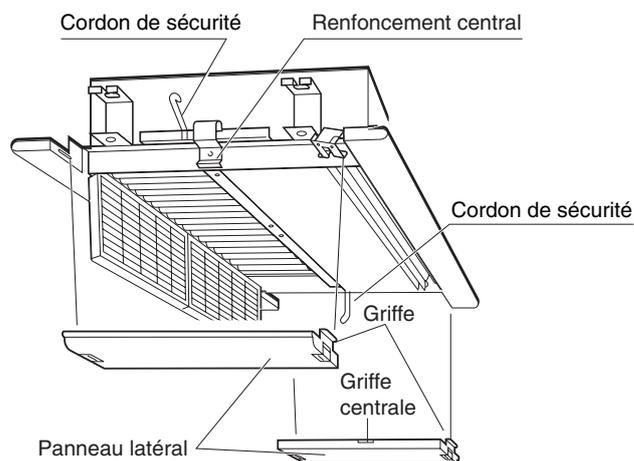

Fig. 9-4
(5) Pour fixer et retirer les panneaux latéraux, reportez-vous à la figure 9-4.